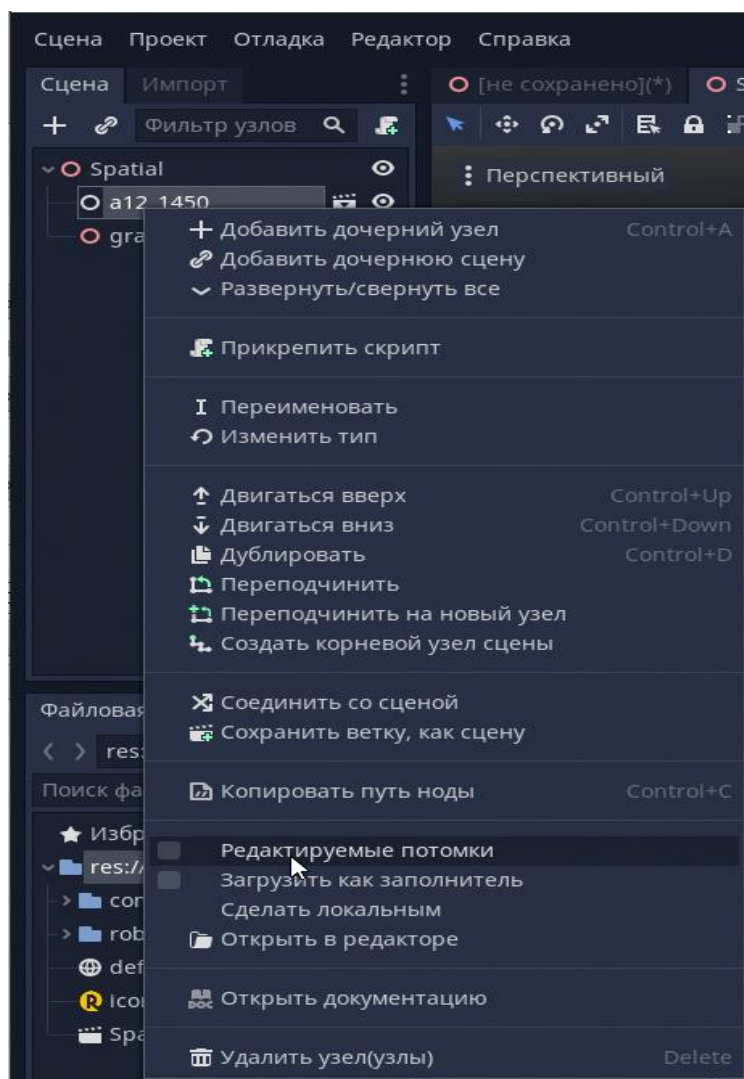

Рисунок 14 – Выбор пункта «Редактируемые потоки»
2. Отметить галочку «Редактируемые потомки» (Рисунок 14).